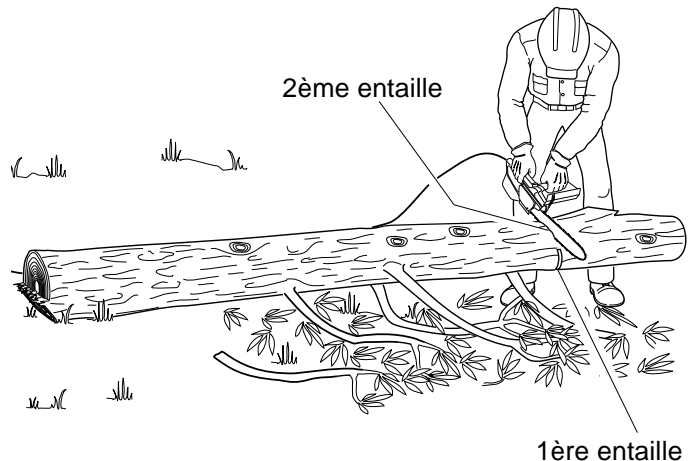

Figure 12 - Tronçonnage d'une bille soutenue à une extrémité
1. Faire la première entaille sur le dessous de la bille. (Voir la figure 12.) Pour ce faire, utiliser le haut de la lame-guide. Scier sur le tiers du diamètre de la bille. Cette entaille permet d'éviter la production d'éclats de bois.